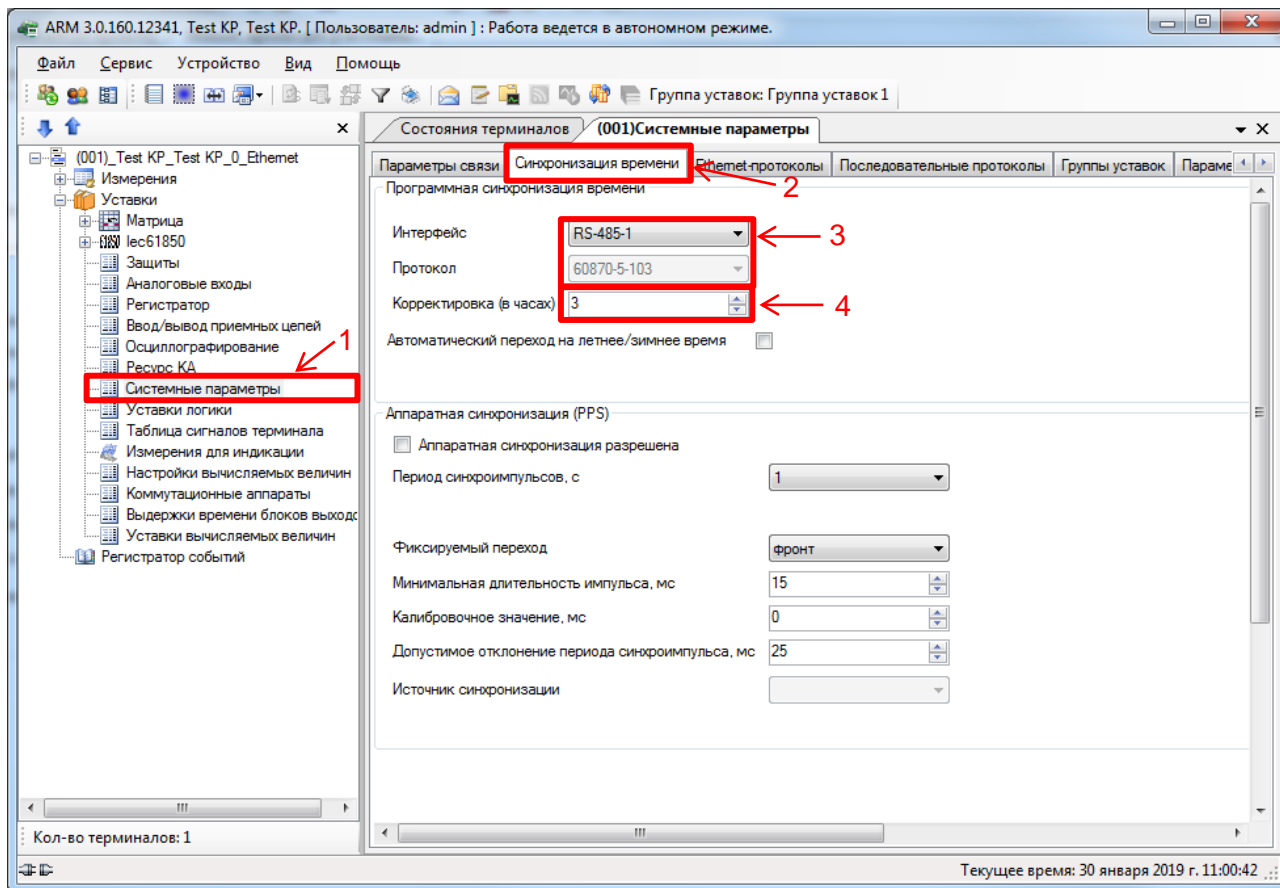

Рисунок 3 – Настройка синхронизации времени для протокола МЭК 60870-5-103
2.3.1 В «дереве» проекта программы АРМ-релейщика выбрать раздел **Уставки** → **Системные параметры** (см. рисунок 3, обозначение 1) и открыть окно, дважды щёлкнув мышкой на соответствующий пункт «дерева» проекта.
2.3.2 На вкладке **Синхронизация времени** (см. рисунок 3, обозначение 2) в выпадающем списке **Интерфейс** выбрать интерфейс, на который назначен протокол МЭК 60870-5-103 (см. рисунок 3, обозначение 3).
2.3.3 Если необходимо задать значение корректировки внутренних часов терминала относительно временной метки, передаваемой по протоколу МЭК 60870-5-103 (см. рисунок 3, обозначение 4) выставить требуемую разницу в соответствии с проектом.